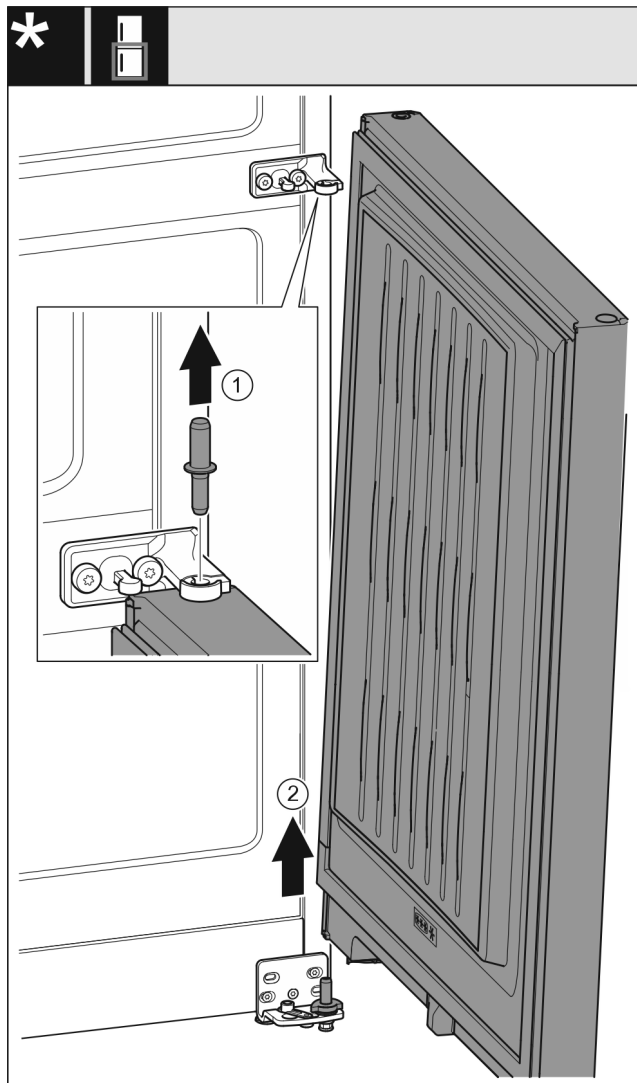

Fig. 31 Záráscsillapító nélkül*
- ▶ Húzza ki felfelé a csapszeget Fig. 31 (1).*
- ▶ Fordítsa ki az ajtót Fig. 31 (2), húzza fel, és tegye félre.*